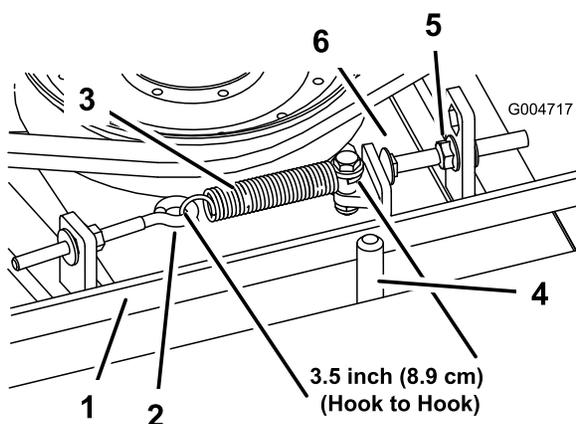

Рисунок 99
При правильном натяжении внутренняя длина пружины растяжения (между зацепами) должна быть приблизительно 8,3–9,5 см. После того, как будет достигнуто правильное натяжение пружины растяжения, отрегулируйте упорный болт (кадетный болт) так, чтобы между головкой болта и рычагом натяжного ролика оставался зазор 2–5 мм. (Рисунок 99).
Примечание: Убедитесь, что ремень расположен на направляющей ремня со стороны пружины (Рисунок 99).
2. Ослабьте рым-болт, чтобы можно было снять пружину растяжения (Рисунок 99).
3. Ослабьте фланцевую гайку, которая крепит упорный болт к монтажному выступу, и отодвиньте натяжной ролик от ремня, чтобы ослабить натяжение ремня (Рисунок 99).
9. Подсоедините пружину растяжения (Рисунок 99) к рым-болту и натяните ремень следующим образом: